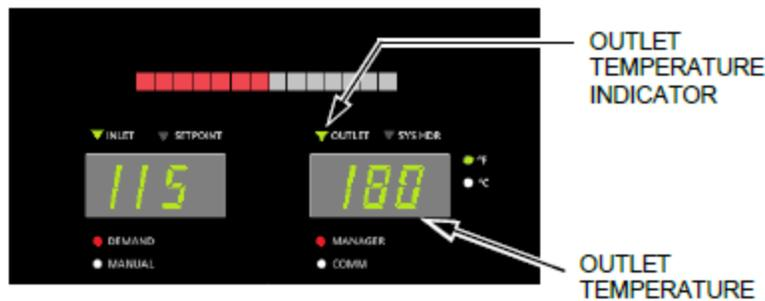

Figure 6-6: Face avant du contrôleur de bord
- b. Utilisez le **Vers le bas** flèche pour abaisser le réglage à une température **ci-dessous** la température de sortie affichée sur le contrôleur face avant (voir Figure 6-6).